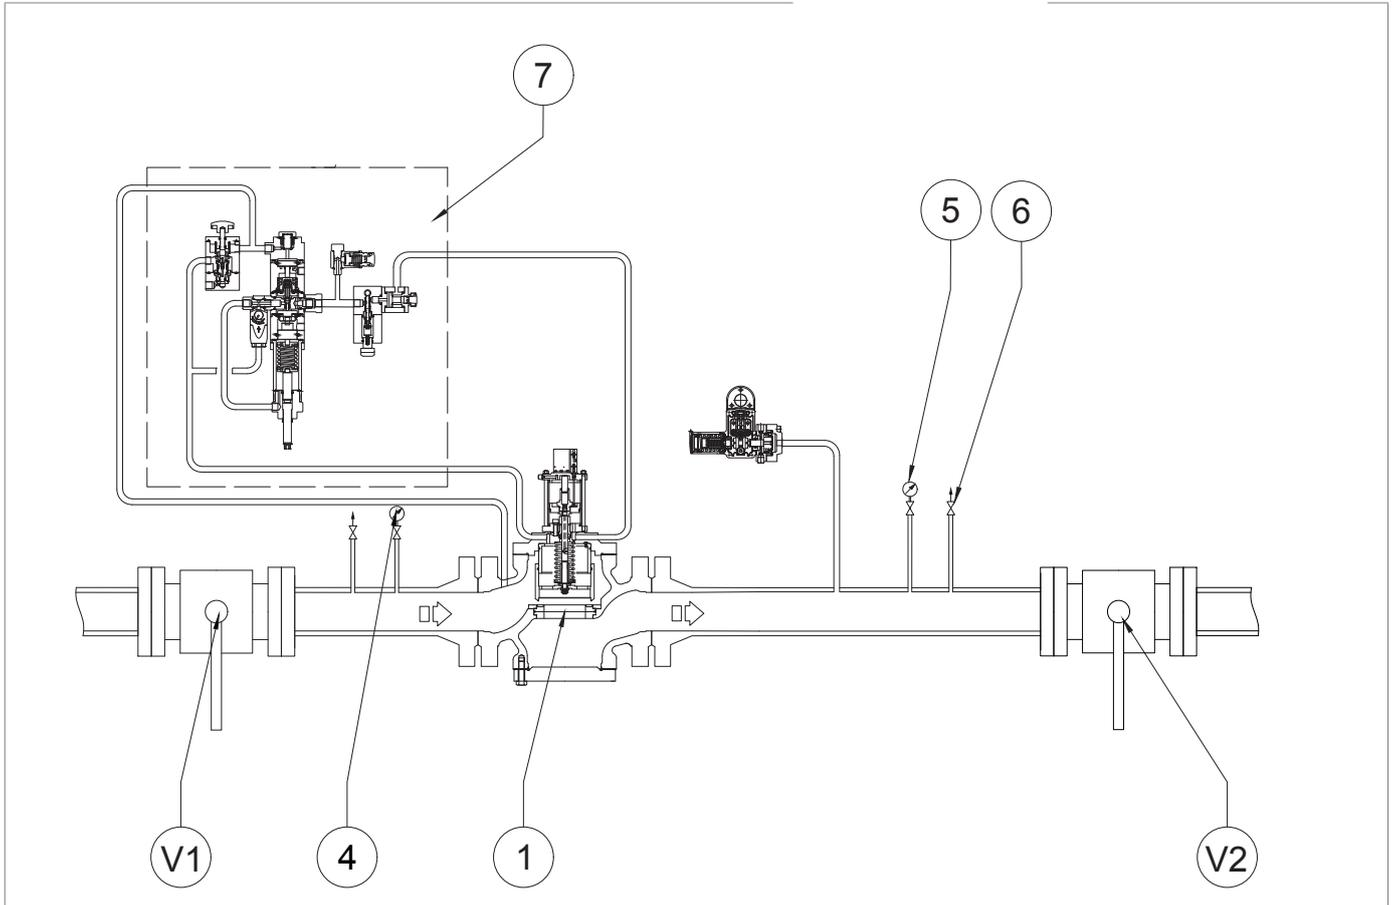

Fig. 8.11. Estanqueidad de la válvula de bloqueo HBC 975
1	<p>¡ATENCIÓN!</p> <p>Compruebe la presión consultando el manómetro (fig. 8.11, ref. 5) situado aguas abajo del regulador principal.</p> <p>Si la válvula de bloqueo:</p> <ul style="list-style-type: none"> <li>• se dispara antes del valor de presión previsto: enrosque (en el sentido de las agujas del reloj) la tuerca anular de ajuste (13) para comprimir más el muelle (11);</li> <li>• no se dispara con el valor de presión previsto: desenrosque (en sentido contrario a las agujas del reloj) la tuerca anular de ajuste (13), para aliviar el muelle (11).</li> </ul>
2	Reduzca la presión en la sección de aguas abajo abriendo el purgador (fig. 8.11, ref. 6) para llevarla al valor de calibración del regulador principal.
3	Cierre el purgador (fig. 8.11, ref.6).
1	Abra el purgador (fig. 8.11, ref.6) en atmósfera y manténgalo abierto para las fases siguientes.
2	<p>Disminuya la presión aguas abajo hasta la presión de bloqueo mínima requerida girando el regulador principal.</p> <div style="border: 1px solid blue; padding: 5px;"> <p>! ¡ATENCIÓN!</p> <p>Compruebe la presión consultando el manómetro aguas abajo (fig. 8.11 ref. 5).</p> <p>Si la válvula de bloqueo:</p> <ul style="list-style-type: none"> <li>• se dispara antes del valor de presión previsto: desenrosque (en sentido contrario a las agujas del reloj) la tuerca anular de ajuste (15), para aliviar el muelle (17).</li> <li>• no se dispara antes del valor de presión previsto: enrosque (en el sentido de las agujas del reloj) la tuerca anular de ajuste (15) para comprimir más el muelle (17);</li> </ul> </div>
5	Vuelva a abrir el purgador (fig. 8.11, ref. 6).
10	Cierre el purgador (fig. 8.11, ref.6).